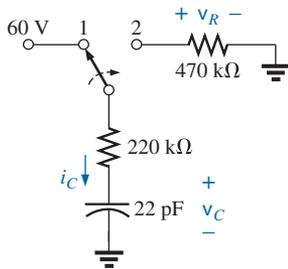

Figura 10.99 Problema 27.
- *27. Considerando o circuito na Figura 10.99, composto de valores-padrão: